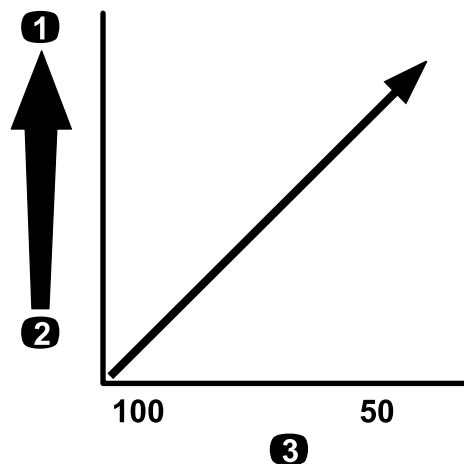

**Figura 27**
**Importante:** Quando pulveriza com soluções ou químicos de maior viscosidade (mais espessos) com pós solúveis, talvez precise de utilizar uma rede de filtro mais grossa para o filtro do bico opcional; consulte Figura 27.